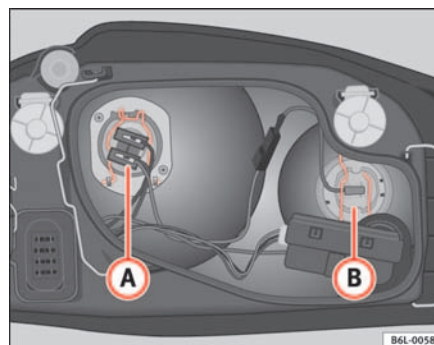

Abb. 151 Glühlampe Abblendlicht
- Ziehen Sie den Stecker vom Lampenkabel ab **A** ⇒ Abb. 151.